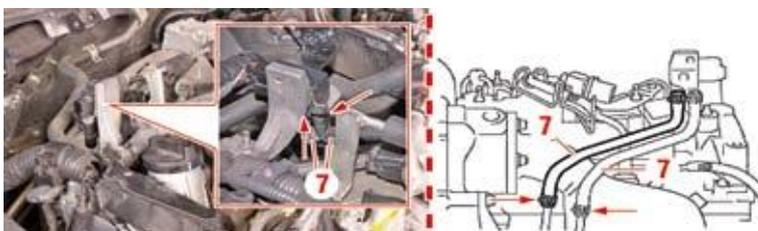

Fig. 35
- **Scollegare i manicotti (7)** del sensore di pressione e i condotti di presa di pressione (Fig. 35).